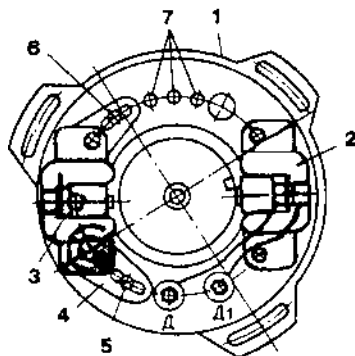

Рис. 7.33. Расположение датчиков на статоре генератора 43.3701:
**Установка угла опережения зажигания.** Сперва нужно отрегулировать зажигание для того цилиндра, которым управляет штатный датчик, для этого проворачивают статор до момента, когда прорезь ротора и скоба датчика займут положение, показанное на рис. 7.34. При этом поршень должен находиться на 3-3,5 мм до ВМТ. Винты крепления статора затягивают. Зазор между ротором и скобой датчика выставляют в пределах 0,3-0,4 мм. На этом регулировка для “Планеты” заканчивается. На “Юпитере” еще нужно выставить опережение зажигания для второго цилиндра. Установка датчика в нужное положение относительно коленчатого вала производится путем перемещения его по пазам генератора (рис. 7.33). Величина опережения 2,4 - 2,8 мм для обоих цилиндров.